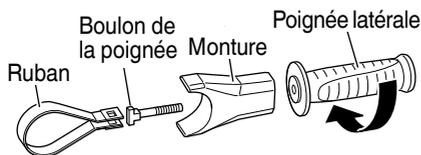

Fig. 2
- (1) Tourner la poignée latérale pour démonter. (Fig. 2)